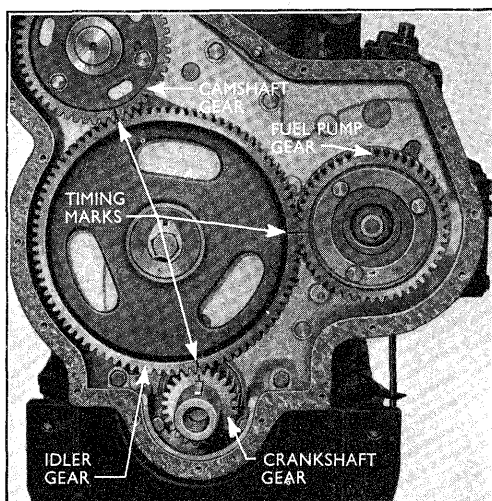

Fig. 6. Takthjuleenes indstillingsmærker.
Takthjulene er normalt mærkede som vist i fig. 6. Visse knastakseltandhjul, leveret som reservedele har dog ikke noget indstillingsmærke (timing-mark) i forhold til mellemhjulet. I motorer indtil nr. 1400687 var der indhugget et "D" i knastakselflangeren omtrent udfør knast nr. 2, og knastakseltandhjul leveret i denne periode, som reservedele, var ikke timing-mærkede. I motorer efter dette nummer var knastakslens "D" indhugget i knastakselenden, omtrent udfør knast nr. 1.
1. Drej krumtapakslen således at indstillingsmærkerne står udfør hinanden, som vist i fig. 6.
7. Monter igen mellemhjulet og drej knastakslen således at alle mærker flugter, som i fig. 6.
1. Drej krumtapakslen, således at indstillingsmærkerne står udfor hinanden, som vist i fig. 6.